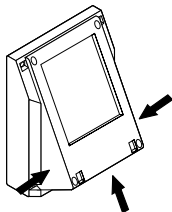

Abb. 5
- Loch für die PG-Verschraubung an einer geeigneten Stelle in das Gehäuse bohren (Abb. 5)